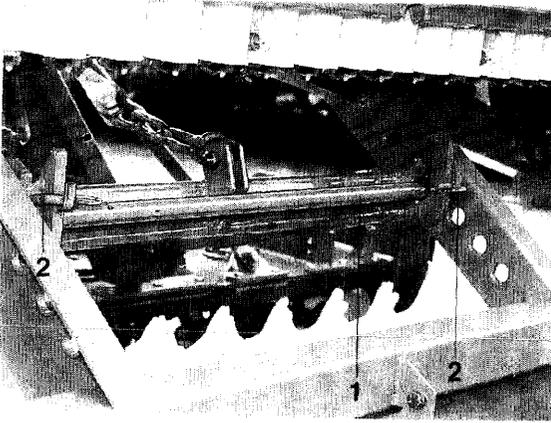

Fig. 23
- Mit dem Kupplungsrahmen ist die Kupplungswelle (Fig. 23/1) der Drillmaschine unterhalb des Saatkastens aufzunehmen und mit zwei Bolzen (Fig. 23/2) mit Federvorsteckern zu sichern.